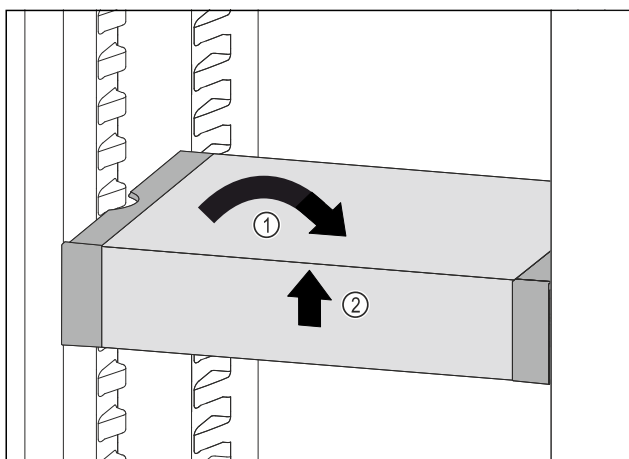

Fig. 83
- ▶ Placer VarioSafe lige, Fig. 83 (1)
- ▶ Løft VarioSafe op foran, Fig. 83 (2)